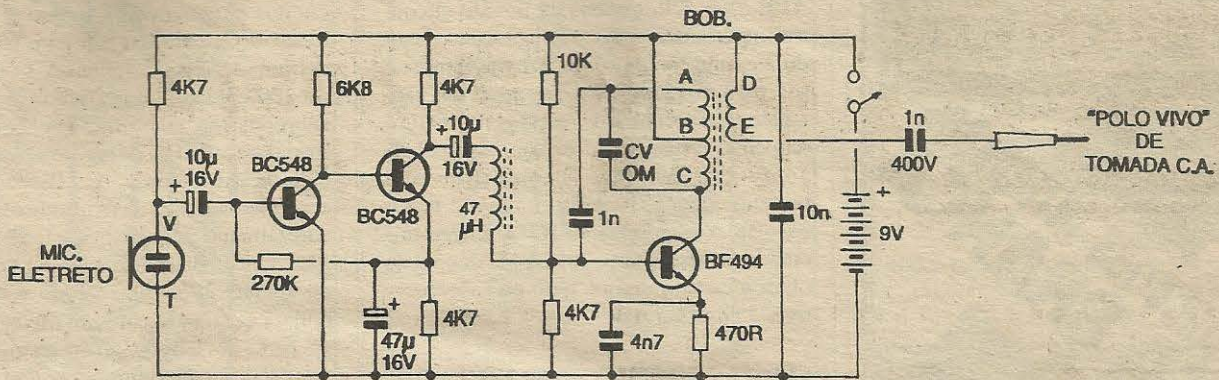

Fig. 1
- **FIG. 1 - DIAGRAMA ESQUEMÁTICO DO CIRCUITO** - Um sensível e pequeno microfone de eletreto (polarizado pelo resistor de 4K7, já que se trata de um modelo com dois terminais...) capta os sons ambientes e entrega os sinais elétricos correspondentes à transdução a um módulo pré-amplificador de ganho bastante elevado, formado pelos dois transistores BC548 e componentes anexos... O arranjo, além de ganho alto, mostra excelente fidelidade (para o que colabora a sensibilidade e fi-